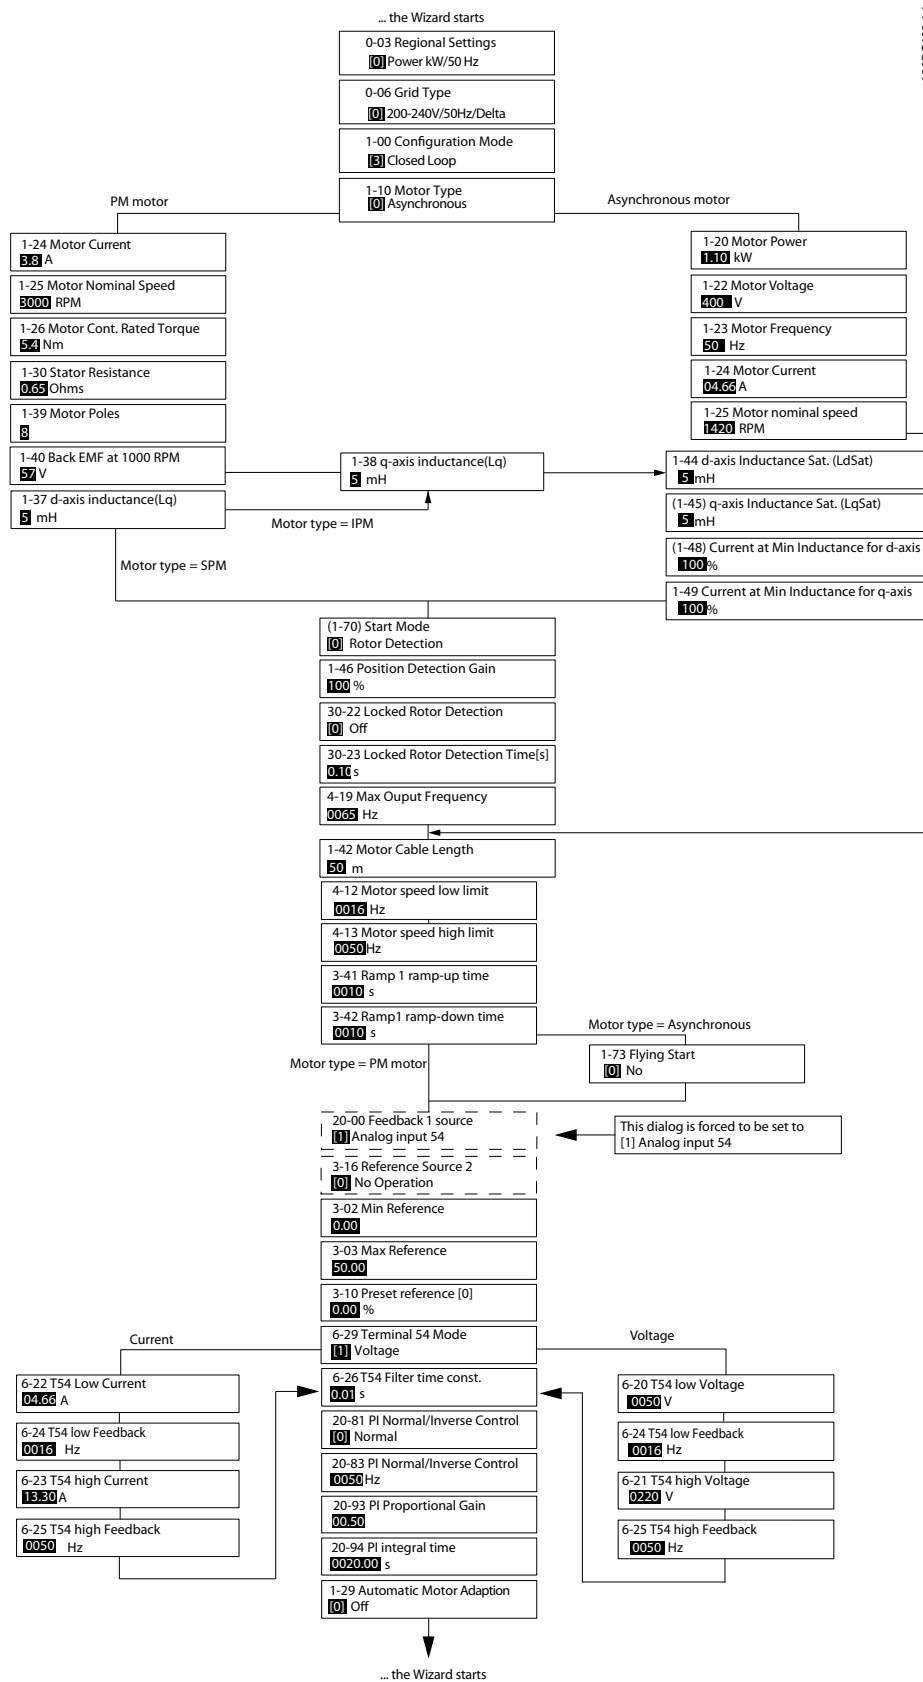

Bild 6.5 Konfigurationsguide för tillämpningar med återkoppling
- Guide för tillämpningar med återkoppling. Mer information finns i *Bild 6.5*.